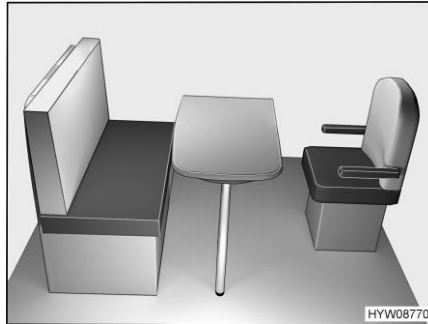

Fig. 64 Antes de la transformación
- Girar el asiento del conductor hacia la mesa (Fig. 64).